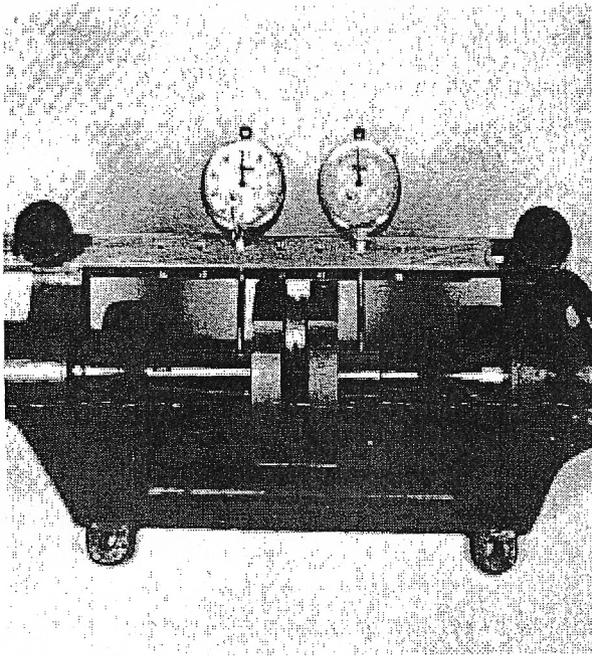

FIG.21
3. Los volantes del cigüeñal deben estar perfectamente alineados para asegurar el buen funcionamiento de los rodamientos y la vida de los retenes, balanceo del motor y ajuste del encendido. Si tienes una maquina de centrado o un sustituto razonable, pon el cigüeñal en ella como vemos en la Fig 21. Medido en el punto donde va el rodamiento o en cualquier otro lado del eje del cigüeñal, no debería haber mas de 0.025 mm (0.001") de desalineamiento con el volante. Si hay mas o sospechas que lo hay pero no tienes el equipo para comprobarlo, dale el cigüeñal a tu taller Ossa para su inspección y reparación.